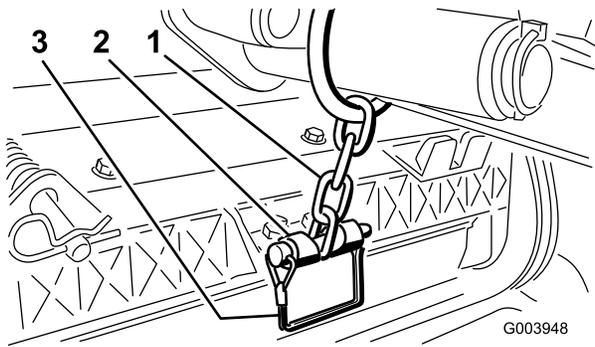

図 10
13. スナップピンで、昇降アームのチェーンをチェーンブラケットに固定する 図 10。